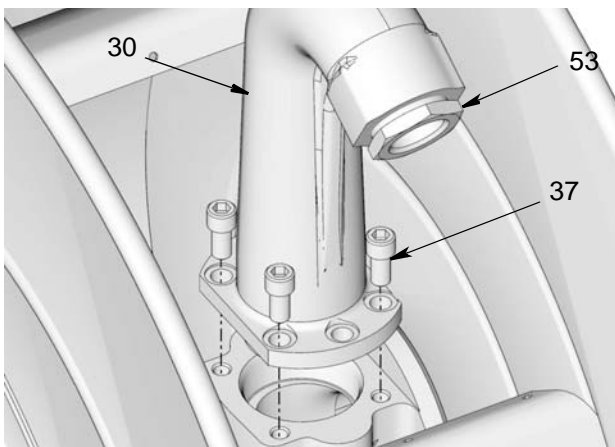

ABB. 6: Niederdruckauslass in der Abbildung. Bei Mitteldruckmodellen werden 6 Schrauben verwendet.
3. Um den Schlaucheinbau zu erleichtern, empfiehlt Graco, den Auslass (30) von der Spule zu entfernen. Hierfür die Schrauben (37), mit denen der Auslass an der Spule befestigt ist, entfernen (ABB. 6).
4. Gewindedichtmittel auf die Gewinde des Übergangsstücks (53) auftragen oder diese mit PTFE-Band umwickeln (sofern erforderlich). Sodann das Übergangsstück (53) in das Ende des Auslasses einbauen (ABB. 6). Zwei Schraubenschlüssel an den Flächen ansetzen und das Übergangsstück so sicher am Auslassfitting festziehen.